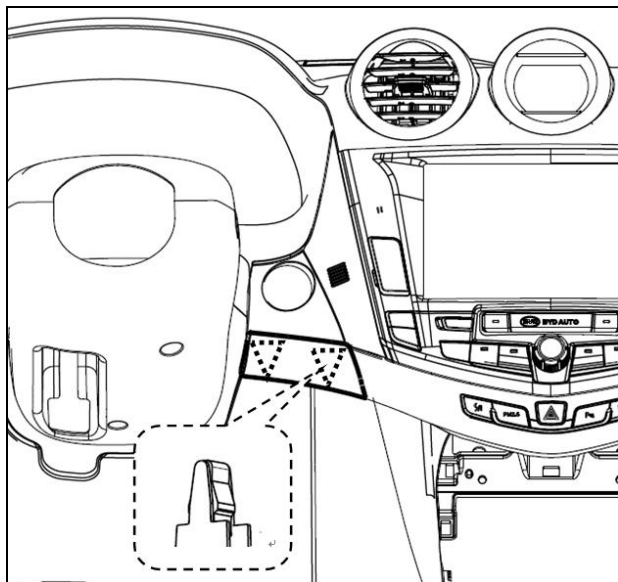

图1-1-7-1 仪表盘左饰条安装结构示意图
- (1) 用头部缠绕柔性胶带(或其它柔性产品)的一字螺丝刀小心撬起图1-1-7-1所示两个卡扣安装点;
- (2) 当卡扣都脱开时,取下仪表盘左饰条。